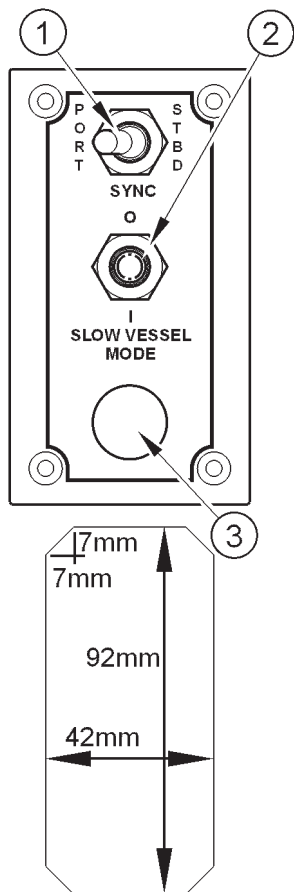

Abbildung 8
Die Funktion des Synchronisierungsschalters, Abbildung 8 ist, ordnet eine der Drosselklappen in einer Doppelmotorinstallation als Masterdrosselklappe zu. Wenn der Schalter (1) aktiviert ist, reagiert jeder Motor auf diese Masterdrosselklappe.